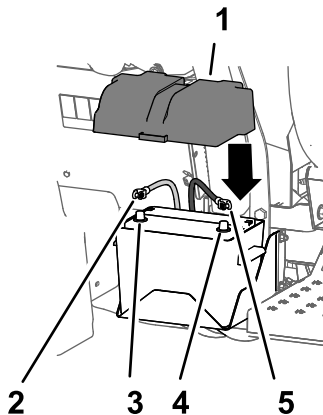

図 39
1. バッテリーのプラスケーブルをバッテリーのプラス端子に接続する 図 39。
2. バッテリーのマイナスケーブルをバッテリーのマイナス端子に接続する 図 39。
3. バッテリーカバーをバッテリーボックスに合わせ、ストラップでカバーを固定する 図 39。